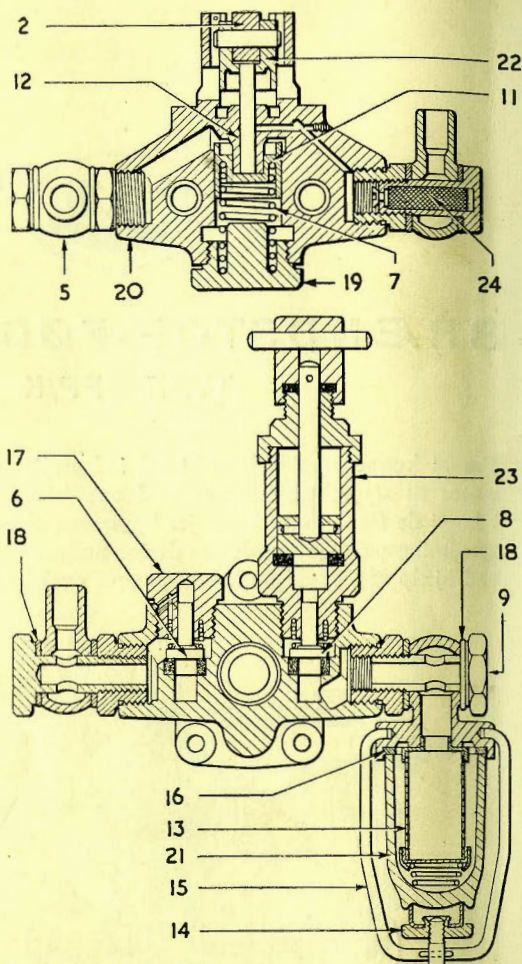

Fig. 2. Gennemskåret C.A.V. fødepumpe af stempeltypen set ovenfra (øverst) og fra siden.
fig. 2 og 3:**
Hvis motorens brændstofforbrug var konstant, ville det være tilstrækkeligt at tilføre indsprøjtningssumpen brændstoffet ved en kontinuerlig bevægelse af stemplet (11), fig. 2 og 3.
Når knasten (1) drejer, bliver stemplet på et vist tidspunkt atter trykket opad som vist på fig. 2 B. Den netop indsugede brændstofmængde presses gennem ventilen (6) og forbindelseskanalen (4) ind i kammeret (3) nedenunder stemplet, da denne vej yder brændstoffet mindst modstand.
Drejes knasten nu videre, som vist i fig. 2 C, bevæges stempelstangen og dermed stemplet — p. gr. af fjederen — nedad. Derved finder der atter en brændstofbefordring sted, fra (3) til (5), idet ventilen (6) nu er lukket. Når indsprøjtningssumpen er blevet forsynet med tilstrækkeligt brændstof, vil stemplet (11) kun bevæge sig nedad, indtil trykket i afgangsledningen (5) er lig med fjederen (7)'s tryk. Den nedadgående stempelstang (12) forlader stemplet og berører det først igen ved den påfølgende opadgående bevægelse. Stemplet gentager således sin slagbevægelse i en vanding, der er afhængig af trykket i afgangsledningen (5) — d.v.s. efter motorens forbrug af brændstof.
e) Stempel eller stempellofter tilstoppet eller beskadiget	Udtag disse dele efter at have aftaget dækslet, fig. 2/19. Rens delene grundigt i petroleum og udskift dem om nødvendigt. Brug kun originale C.A.V. dele.